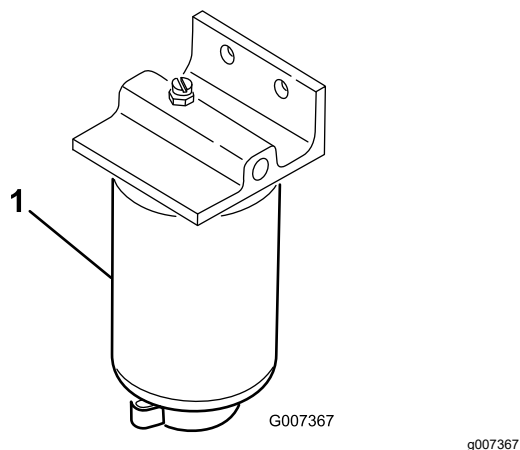

Figura 35
3. Aprite il tappo di spurgo sul filtro del carburante di circa un giro e lasciate fuoriuscire l'acqua accumulata (Figura 35).